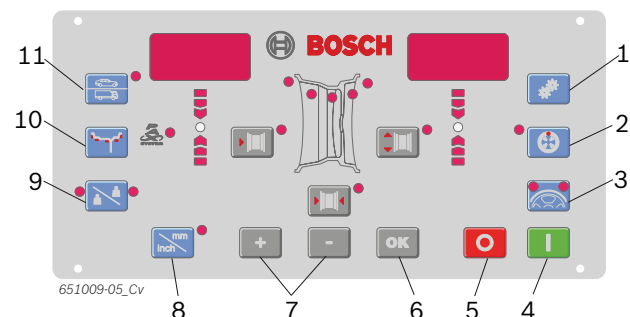

Рис. 4: Клавиши на панели управления/панели индикации
- ➔ С помощью светодиодов (рис. 4, поз. 1) отображаются положения уровней каждой программы балансировки.
И При выбранной программе балансировки РАХ дополнительно загорается светодиод Рах (рис. 4, поз. 10).
2. Выбрать измеренное расстояние от обода до станка при помощи клавиш <-> или <+> для расстояния от обода до станка (рис. 4, поз. 7).
4. Выбрать измеренную ширину обода при помощи клавиш <-> или <+> для ширины обода (рис. 4, поз. 6).
6. Выбрать измеренный диаметр обода при помощи клавиш <-> или <+> для диаметра обода (рис. 4, поз. 2).
I Светодиоды в виде стрелок (рис. 4, пол. 11) указывают на то, в каком направлении колесо должно вращаться для достижения "12 часов" для фиксации балансирующего груза.
- ⇒ Как только будет достигнуто правильное положение для фиксации балансирующего груза, загорится светодиод (рис.4, пол.3), что подтверждается звуковым оповещающим сигналом.